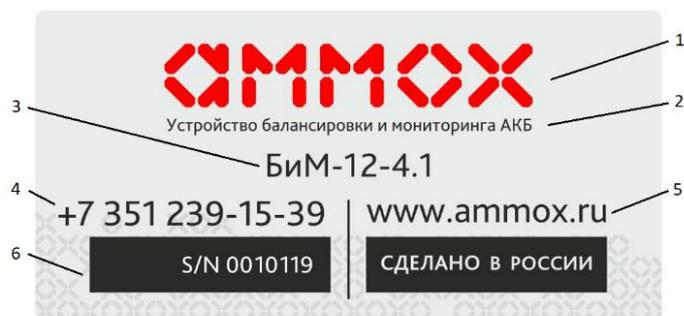

Рисунок 5.1 – наклейка балансира
5.1 Маркировочная наклейка балансира содержит следующую информацию (см. рисунок 5.1):